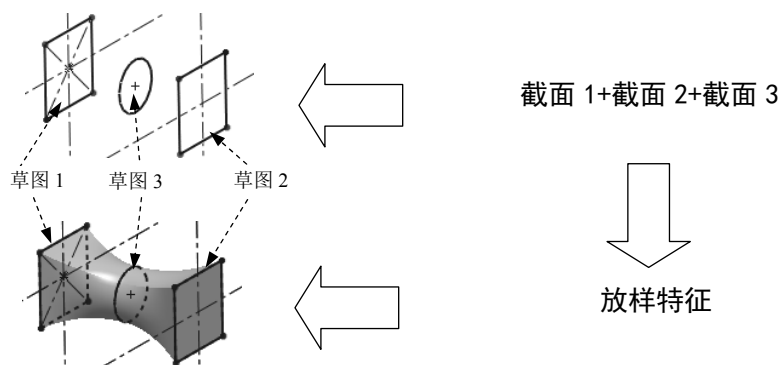

图 5.21.1 放样特征
将一组不同的截面沿其边线用过渡曲面连接形成一个连续的特征就是放样特征。放样特征分为凸台放样特征和切除放样特征, 分别用于生成实体和切除实体。放样特征至少需要两个截面, 且不同截面应事先绘制在不同的草图平面上。如图 5.21.1 所示的放样特征是由三个截面混合而成的凸台放样特征。
Step3. 选取截面轮廓。依次选取图 5.21.1 中的草图 2、草图 3 和草图 1 作为凸台放样特征的截面轮廓。